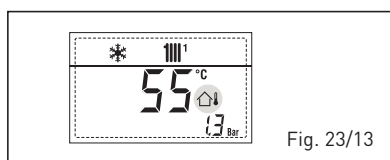

Fig. 23/13
– **INTERVENCIÓN DEL TERMOSTATO DE SEGURIDAD DE LA PRIMERA ZONA MEZCLADA “AL 20”** (fig. 23/14)